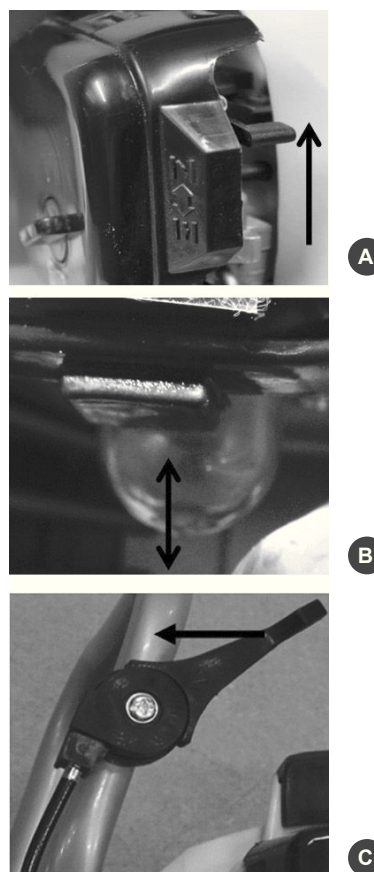

Рис.11
2. Закройте воздушную заслонку. Для этого рычаг заслонки переведите в верхнее положение (Рис.11А).
3. Рычаг газа установите в среднее положение (Рис.11С).
4. Нажмите на праймер подкачки топлива на карбюраторе несколько раз, до заполнения его топливом (Рис.11В).